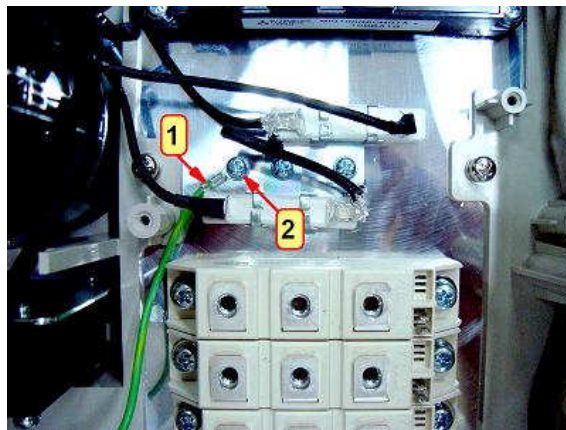

Рис.7.29
7.16.4. Закрепить наконечник (без маркировки) заземляющего провода 1 винтом 2 (рис.7.29), если провод был снят.